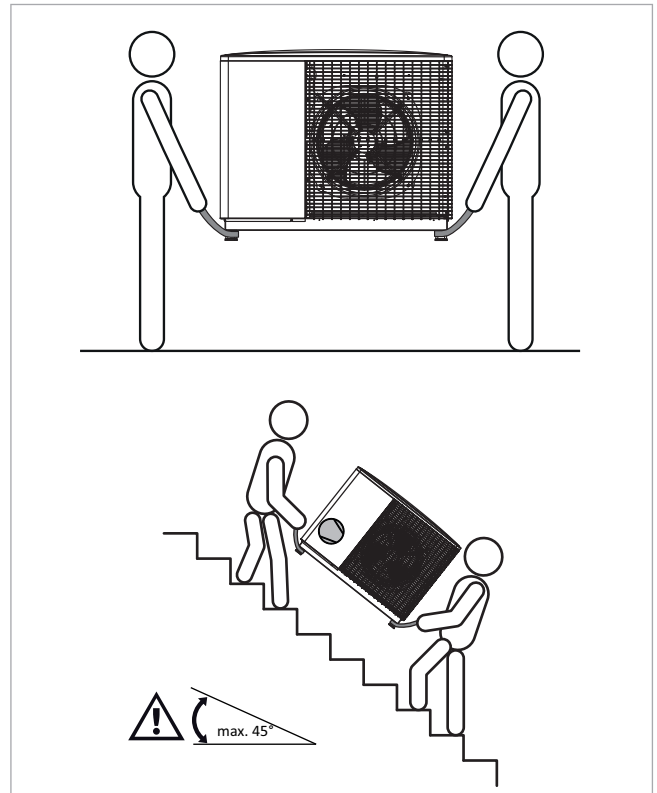

Abb. 6: Transport SolvisLea Pro mit Trageschlaufen - max. zulässige Neigung beachten
- Werden Bänder zum Transport verwendet, Abstandshalter zwischen Band und Gehäuse der Wärmepumpe platzieren, um das Gehäuse vor Beschädigung zu schützen. Bänder an den Füßen am Boden der Wärmepumpe ansetzen (siehe → Abb. 6).